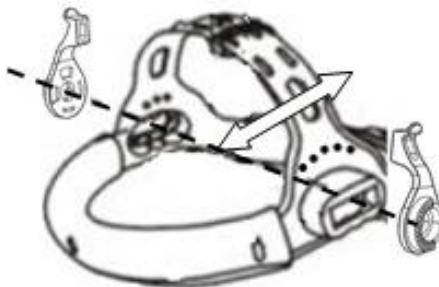

Рис. 5.3. Регулировка наклона.
- **Регулировка наклона щитка защитного лицевого:** отрегулируйте затяжку винтов и положение фиксатора сегментной регулировки (См. рис. 5.3) для удобного угла обзора.